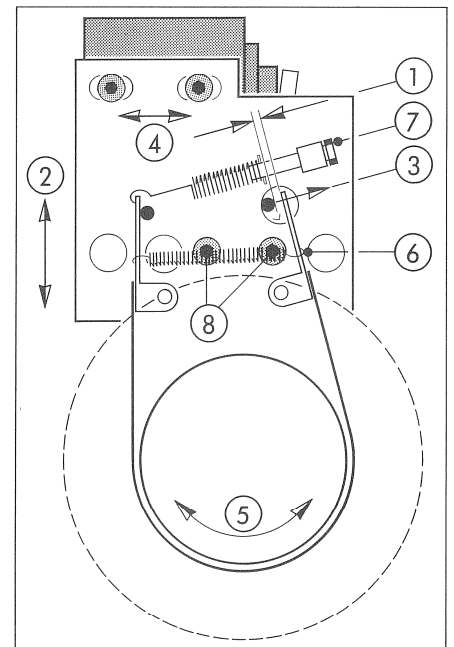

Fig. 4.1
##### Mechanische Bremsen (Fig. 4.1)
##### Mechanical brakes (fig. 4.1)
4. Bremszug-Einstellung in Aufwickel-Richtung (schwache Bremsung): Leerspule mit 2 bis 3 m Band oder Schnur in Gegenbetriebslage auf Bandadapter auflegen. Feederwaage (0 ... 500 gr) am Bandanfang einhängen und zur Messung kontinuierlich vorziehen. Durch Umhängen der Feder (6) wird der in Tabelle 4.3 angegebene Bremszug eingestellt.
5. Bremszug-Einstellung in Abwickel-Richtung (starke Bremsung): Leerspule mit 2 bis 3 m Band oder Schnur in Betriebslage auf Bandadapter legen. Feederwaage (0 ... 500 gr) am Bandanfang einhängen und zur Messung kontinuierlich vorziehen. Mit Schraube (7) wird der in Tabelle 4.3 angegebene Bremszug eingestellt. Nach der Justierung des Federzuges soll der Haken am Ende der Feder horizontal stehen, siehe Fig. 4.1.
4. Brake tension setting in take-up direction (low braking force): Place empty reel containing 2 – 3 m of tape or string in reverse operating direction on tape adaptor. Suspend spring balance (0 ... 500 g) at leading tape end and continuously pull to measure the tension. The nominal value given in table 4.3 is obtained by changing the position of spring (6).
5. Brake tension setting in supply direction (strong braking force): Place empty reel containing 2 – 3 m of tape or string in operating direction on tape adaptor. Suspend spring balance (0 ... 500 g) at leading tape end and continuously pull to measure the tension. The nominal value given in table 4.3 is obtained by turning spring screw (7). After adjusting the spring tension, the hook at the end of the spring should be in horizontal position (see Fig. 4.1).